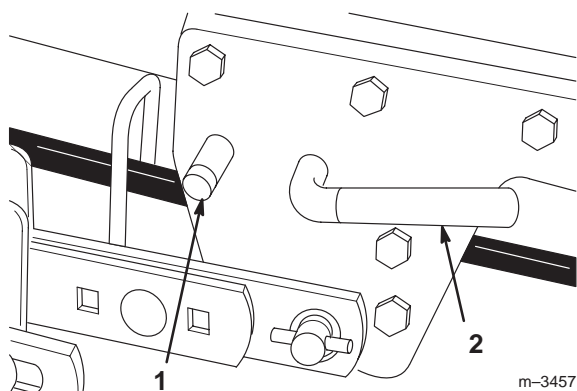

Figure 22
9. Appuyez sur le bouton du système Attach-A-Matic™ et tournez le levier dans le sens horaire pour débloquer le plateau de coupe (Fig. 22).